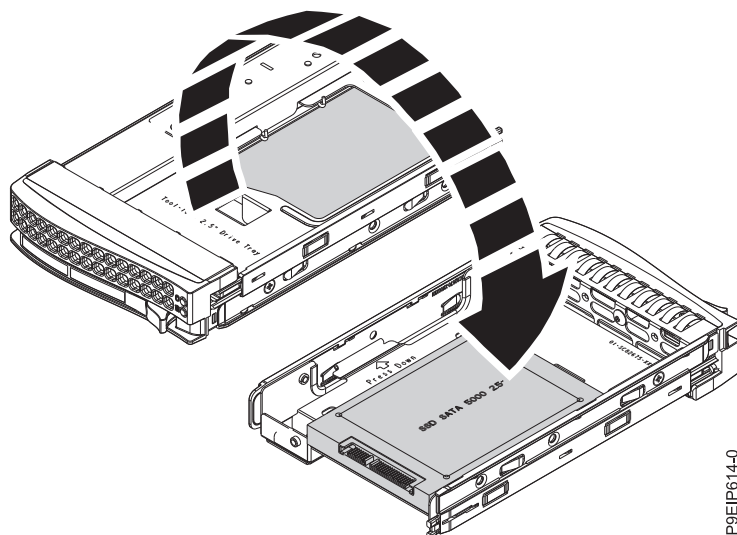

Figure 13. Retournement du tiroir de 2,5 pouces
- a. Retournez le tiroir, comme indiqué dans la figure 13, à la page 15.